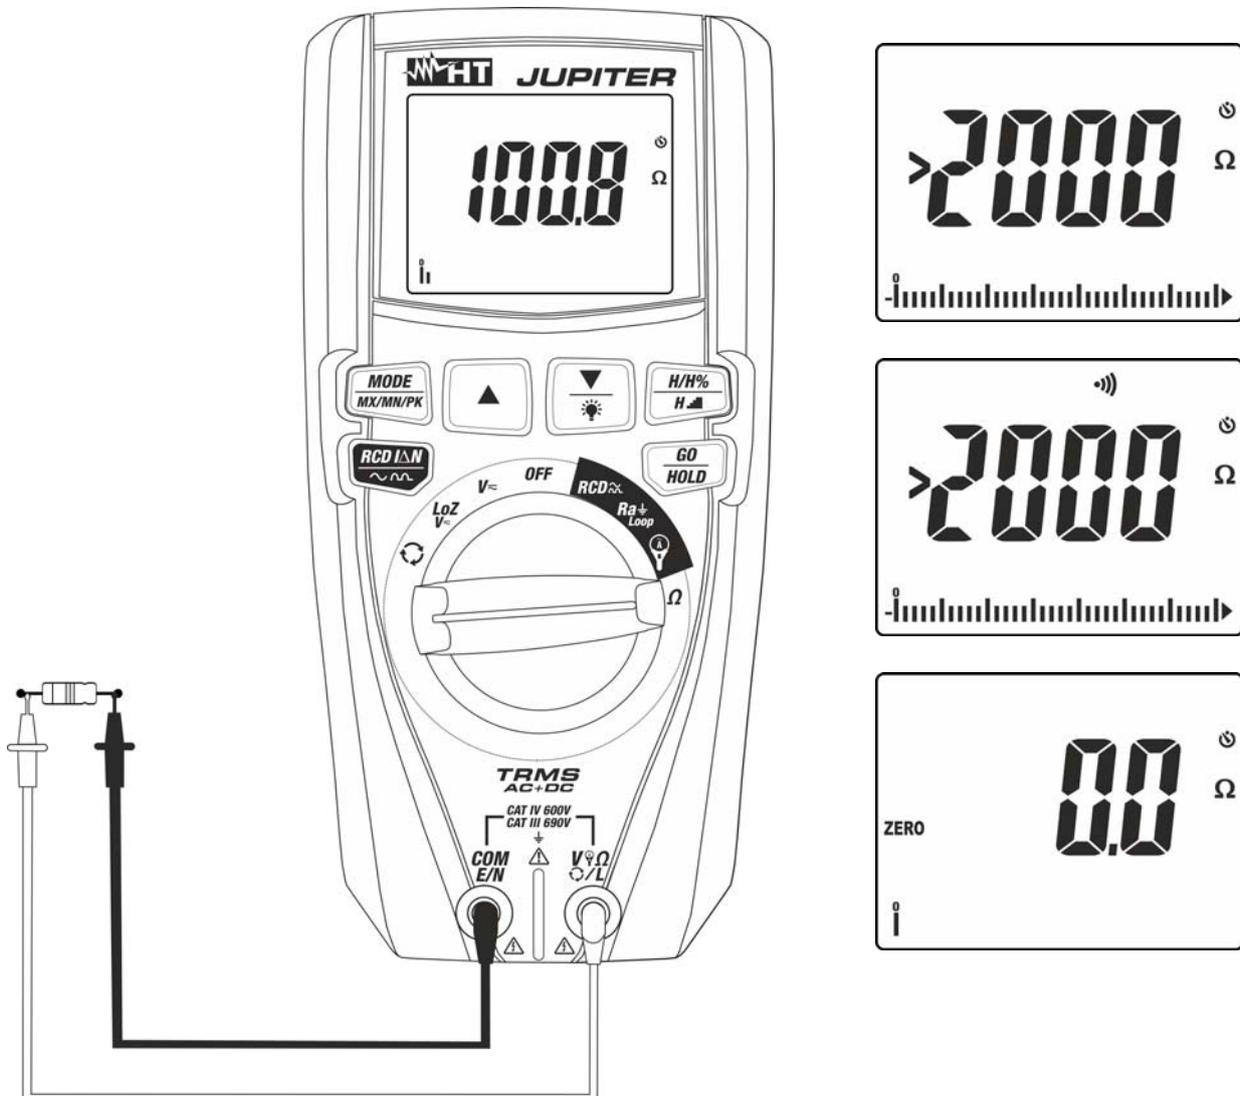

Fig. 11: Uso do instrumento para medir Resistências e efetuar o Teste de continuidade
4. Colocar as ponteiros nos pontos pretendidos do circuito em exame (ver Fig. 11). O valor da resistência é apresentado no display.
5. Se no display aparecer a mensagem ">2000 Ω " (ver Fig. 11) atingiu-se o fundo de escala do instrumento.